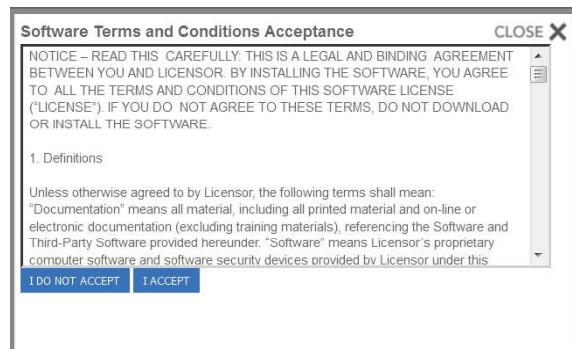

Рис. 27. Загрузка условий пользования программой
4. Щелкните ссылку. Будет отображен Рис. 27.